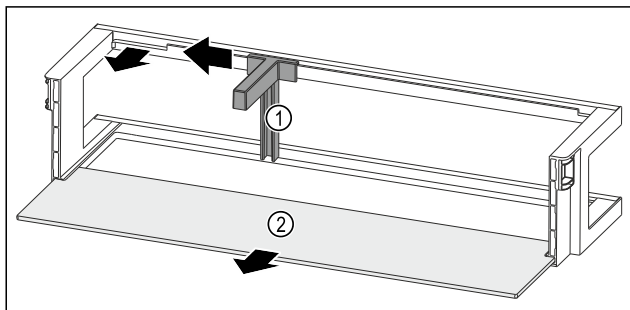

Fig. 86 Ajtópolc palacktartóval és tárolólappal
- A mélyedésig tolja oldalra a palacktartót Fig. 86 (1).
- Vegye ki a palacktartót Fig. 86 (1).
- Vegye ki a tárolólapot Fig. 86 (2).